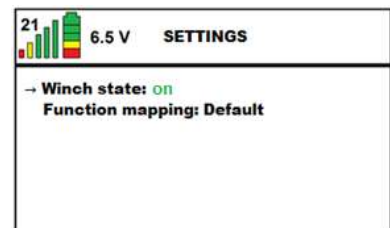

Figure 46
- Ouvrez ensuite **settings** en appuyant sur la touche ✓. Mettez alors la flèche dans l'écran pour **winch state** en utilisant la touche (▼). Ensuite, en enfonçant la touche (▶), mettez le **winch state** sur **ON** (voir Figure 46).